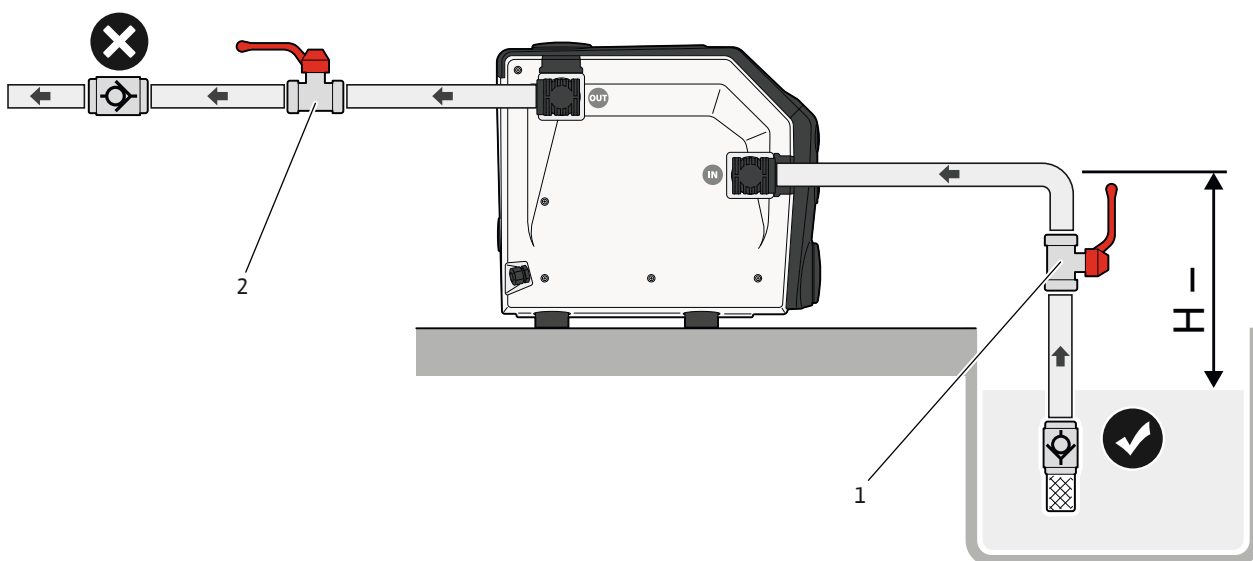

Fig. 7: Режим всмоктування
1. Закрити засувки (Fig. 7, поз. 1, 2) зі всмоктувальної та напірної сторони.